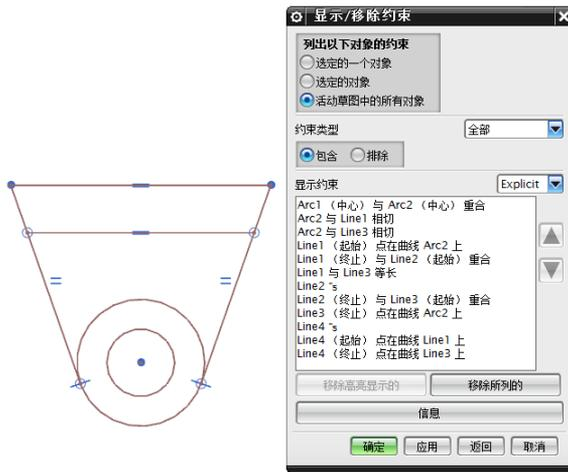

图 3-36 显示/移除约束
(1) 直接删除：选择“编辑”→“删除”菜单命令，然后在绘图区选择几何约束符号进行删除。
(2) 使用“显示/移除约束”命令：使用列表的方式显示/移除草图的几何约束。“显示/移除约束”对话框如图 3-36 所示。在约束列表中选择约束，然后单击“移除高亮显示的”按钮来删除选中的几何约束；也可以单击“移除所列的”按钮来删除所有列表显示的几何约束。
(3) 可以使用约束类型过滤功能简化列表的显示。
- ① 选定的一个对象：每次选择一个对象，选择新的对象之后，原始对象被替代。
- ② 选定的对象：每次可以单选或框选多个对象，选择新对象之后，原始对象保留。
- ③ 活动草图中的所有对象：无须选择，系统自动选择所有草图对象。